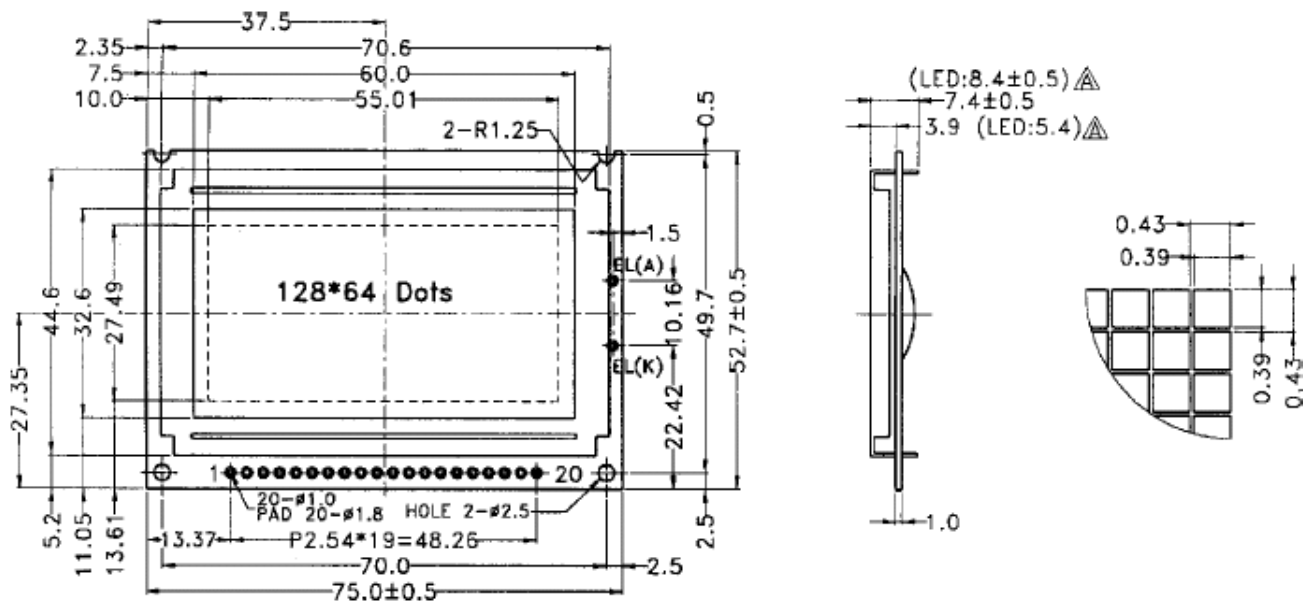

Figura 9. Modulul LCD
e) Modulul LCD va avea forma și dimensiunile prezentate în **figura 9**. Acesta va fi fixat pe placă utilizând 4 șuruburi M2, iar conexiunile electrice se vor realiza cu ajutorul a 20 pini „tată”.